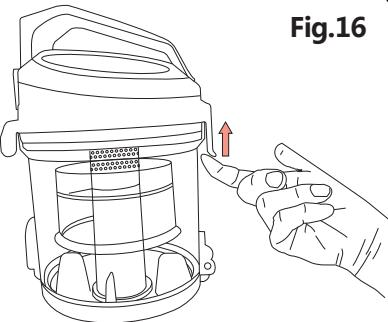

Fig.16
(3) Come in fig.16, ruotare il coperchio HEPA per separarlo dal contenitore.